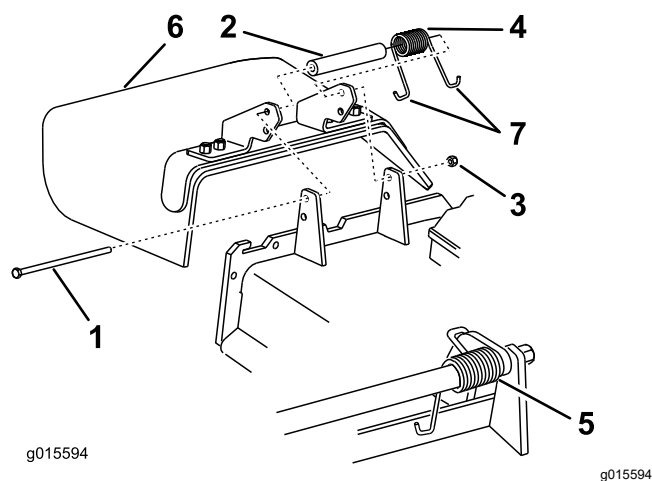

Figure 124
1. Retirez le contre-écrou, le boulon, le ressort et l'entretoise qui fixent le déflecteur aux supports de pivot (Figure 124).
2. Enlevez le déflecteur s'il est endommagé ou usé (Figure 124).
**Remarque:** Prenez soin de placer une extrémité en J du ressort derrière le bord du tablier avant de mettre le boulon en place, comme montré à la Figure 124.
- Placez une extrémité en J du ressort autour du déflecteur d'herbe (Figure 124).